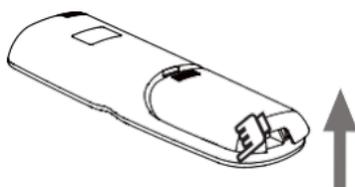

Abbildung 2.7
2) Heben Sie die Batterieabdeckung am unteren linken Ende an, um sie zu öffnen (siehe Abbildung 2.7).